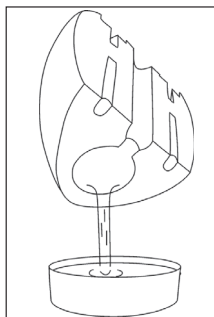

Fig. 7
3. Goliti tancul rascuindu-l cu gura de umplere, spre in jos, ca in Fig. 7.